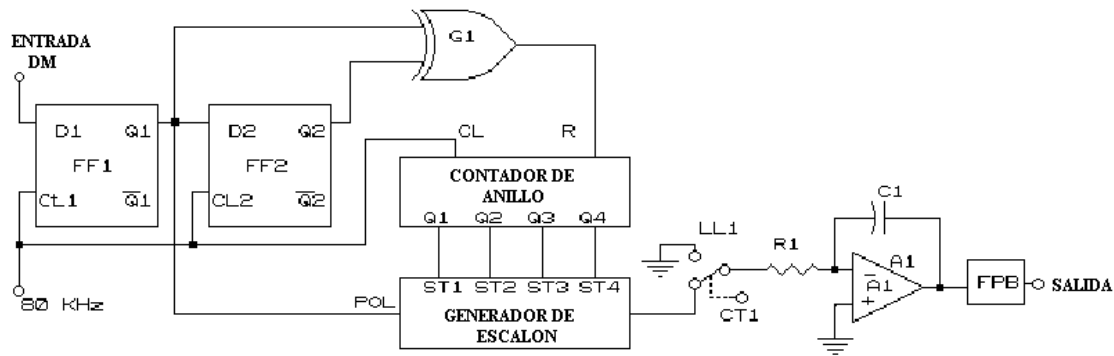

Figura 8.4
1. Arme el demodulador delta adaptable de la figura 8.4, con la unidad COM-6C/2.